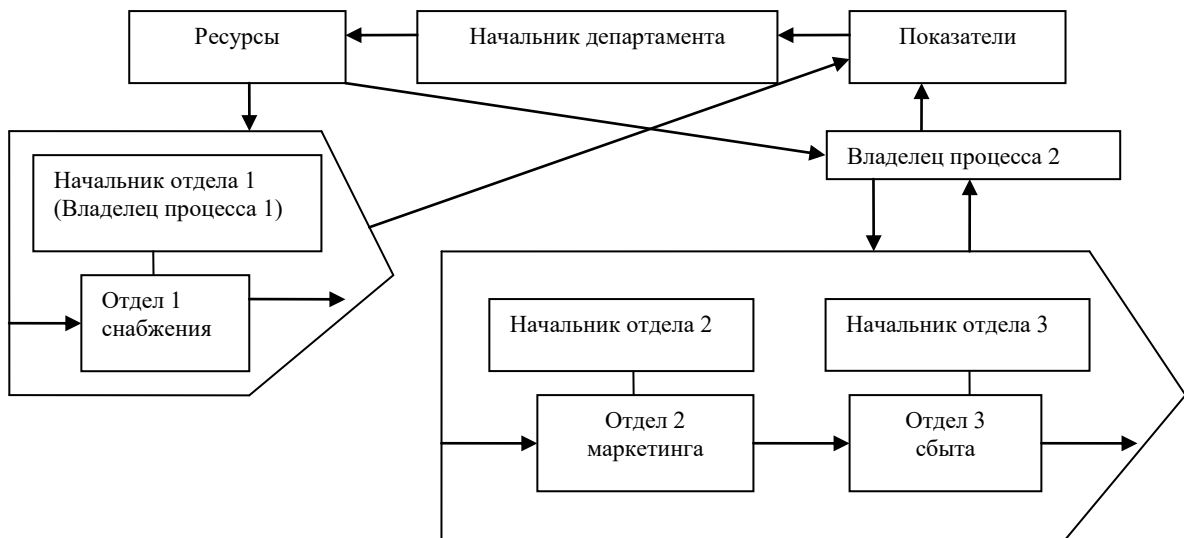

Рисунок 2 – Пример выделения двух процессов
5.2) Рисунок 2 – Диаграмма уровня А 1